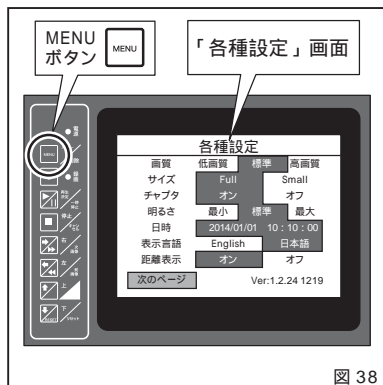

図 38
1. MENU ボタンを押すと、液晶モニターの表示が各種設定画面になります。(図 38)